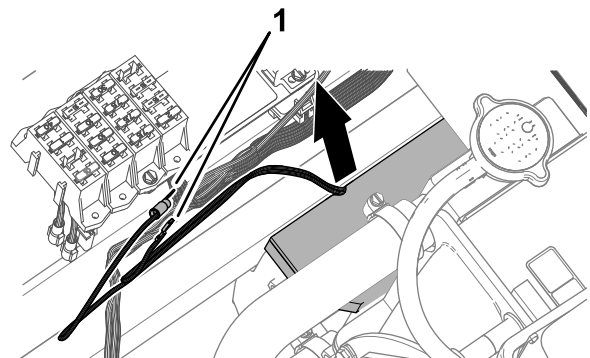

**Bild 17**
1. Verlegen Sie auf der linken Seite des Kühlers die mit OPTIONS POWER und HORN GROUND gekennzeichneten Stecker des Kit-Kabelbaums nach oben und nach hinten und schieben Sie die Stecker durch die überlappenden Schaumstoffblöcke (Bild 17).